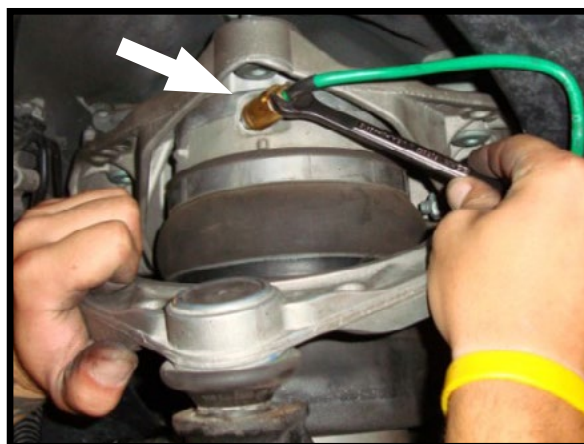

FIGURA 10-1
4. EXTRAIGA LA FIJACIÓN DE LA VÁLVULA DE AIRE. EXTRAIGA LA FIJACIÓN DEL TUBO DE AIRE DEL TUBO DE AIRE Y DESÉCHELO. (FIGURA 10-1)